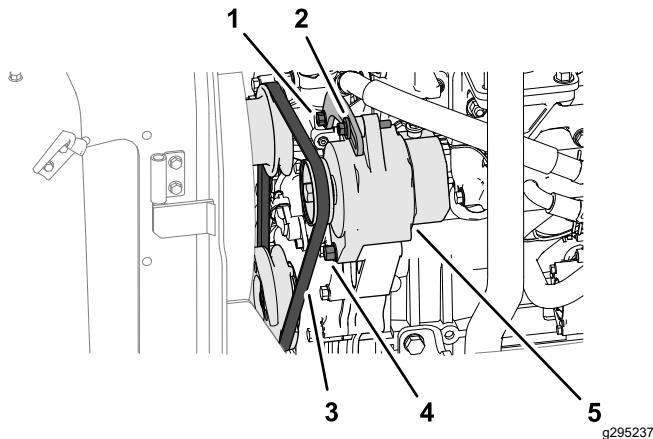

Figura 72
1. Applicate una forza di 10 kg sulla cinghia dell'alternatore (Figura 72), al centro tra le pulegge.
- Se l'inflessione della cinghia è minore di 10 mm, allentate il bullone orientabile dell'alternatore e il bullone della tensione (Figura 72), e riducete la tensione della cinghia.
- Se l'inflessione della cinghia è maggiore di 10 mm, allentate il bullone orientabile dell'alternatore e il bullone della tensione (Figura 72), e aumentate la tensione della cinghia.
3. Serrate i bulloni (Figura 72).